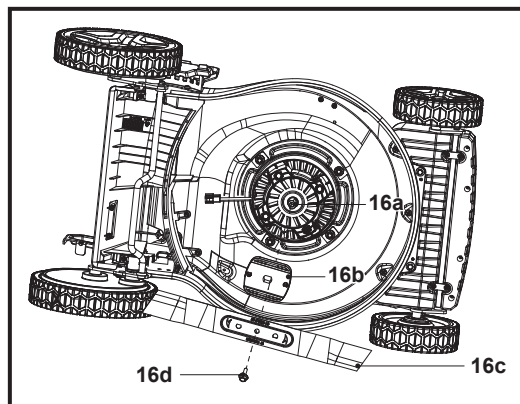

Fig. 19
1. Maintenir le dessous du produit et la lame de coupe (16c) propres et exempts de débris. Retirer l'herbe coupée de la goulotte d'éjection arrière (21).
5. Remplacer la lame de coupe (16c) par une neuve de même type. Vérifier d'abord l'état du support de lame (16b) sur la broche (16a), fixer la lame de coupe (16c) sur le support de lame (16b) en l'alignant sur les motifs en demi-cercle corrects, puis installer correctement le boulon tête hexagonale avec les rondelles (16d) pour stabiliser le raccordement. Serrer le boulon tête hexagonale (16d) dans le sens des aiguilles d'une montre à 25Nm min. / 35Nm max. pour assurer le bon fonctionnement du produit (Fig. 19).